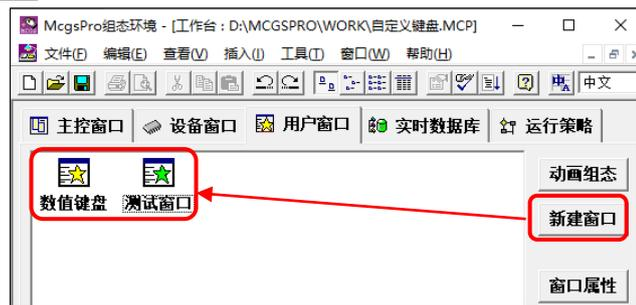

图 2.3-3 新建窗口
- ① 如图 2.3-3 所示，首先新建 2 个用户窗口，【数值键盘】窗口作为自定义键盘窗口；【测试窗口】窗口用于绘制输入框构件，测试自定义键盘弹出功能。注意将【测试窗口】设置为启动窗口（启动窗口设置参考进阶篇章 2.1.1）；